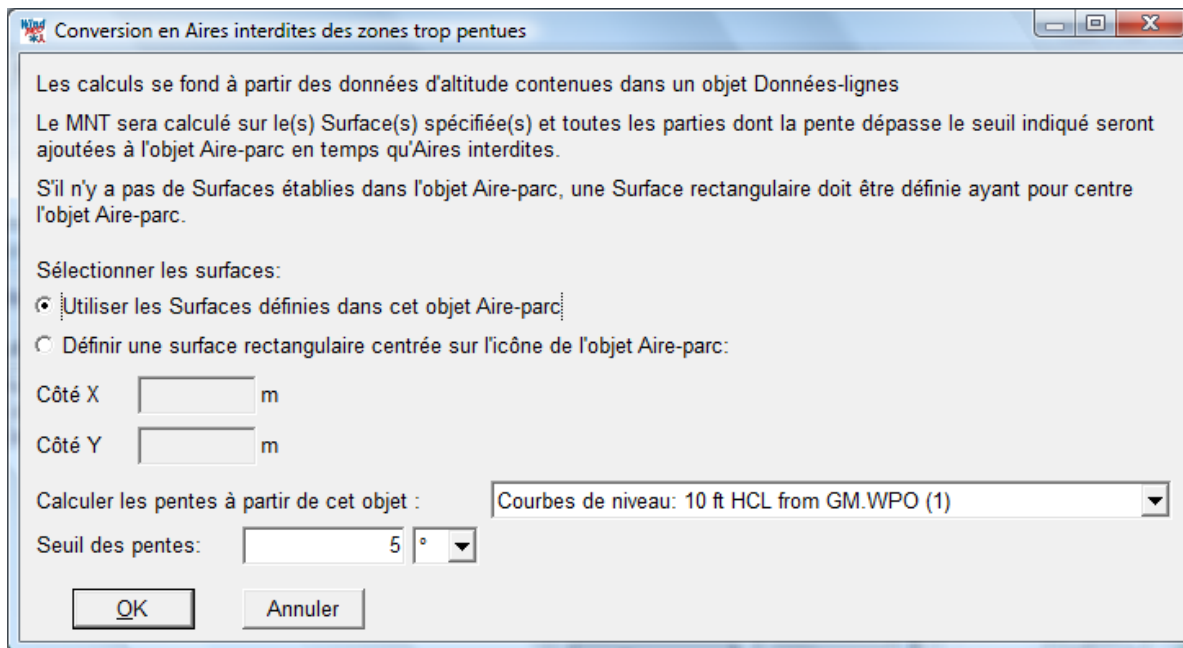

Figure 12
- *Pentes* : ce bouton ouvre la fenêtre *Conversion en Aires interdites des zones trop pentues* présentées à la Figure 12. A partir de cette fenêtre on peut convertir en *Aires interdites* les zones dont la pente dépasse le seuil entré dans le champ *Seuil des pentes*.